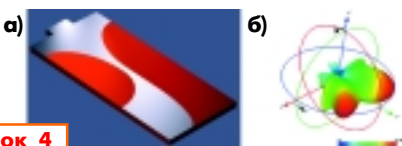

Рисунок 4
Производительность — это главная характеристика, делающая пакет CST MWS мощным инструментом инженерных расчётов. Эффективность этой системы моделирования была наилучшим образом продемонстрирована в ходе тестового сравнения, проведённого популярным изданием Microwave Engineering Europe в ноябре 2000 года, когда антенна Вивальди (рис. 4) была исследована с помощью программного обеспечения различных производителей. С помощью пакета CST MWS были получены более точные результаты в более широком диапазоне частот, что лишь один раз подчеркнуло превосходство временных методов анализа над частотными по затратам аппаратных и временных ресурсов. Время вычисления для широкополосного возбуждения от 0 до 10 ГГц составило 15 минут, что почти в 9 раз быстрее и в 8 раз экономичнее для ресурсов памяти, чем у других коммерческих продуктов на основе метода конечных элементов (FE).